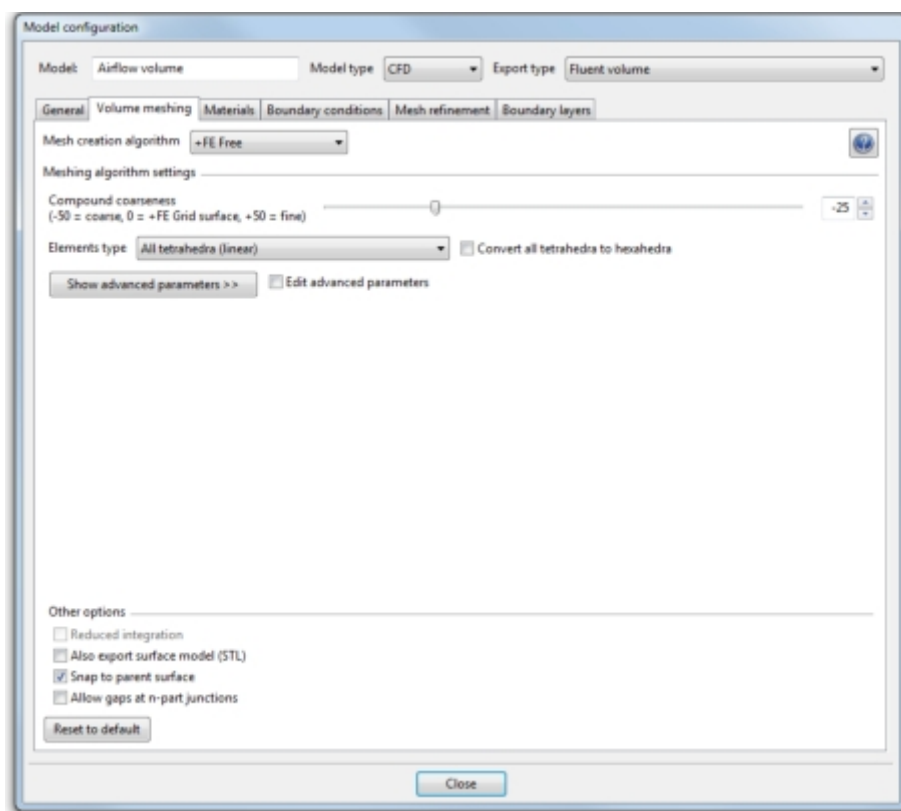

图 1-31 网格配置对话框
4. 在 Volume meshing (体网格) 标签页中 (图 1-31) :